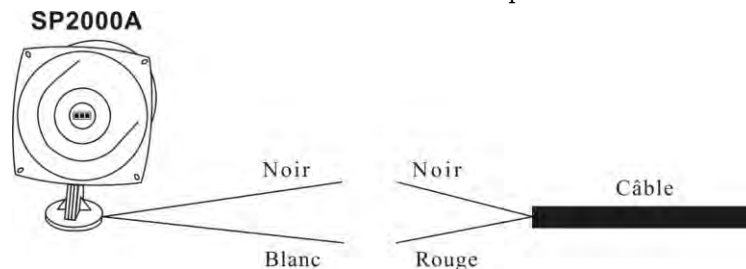

Figure 23. Connexions du SP2000A
- Connectez le fil rouge du câble approprié au fil blanc du SP2000A et le fil noir de ce même câble au fil noir du SP2000A, comme le montre la Figure 23. Ne pas brancher le fil de terre.